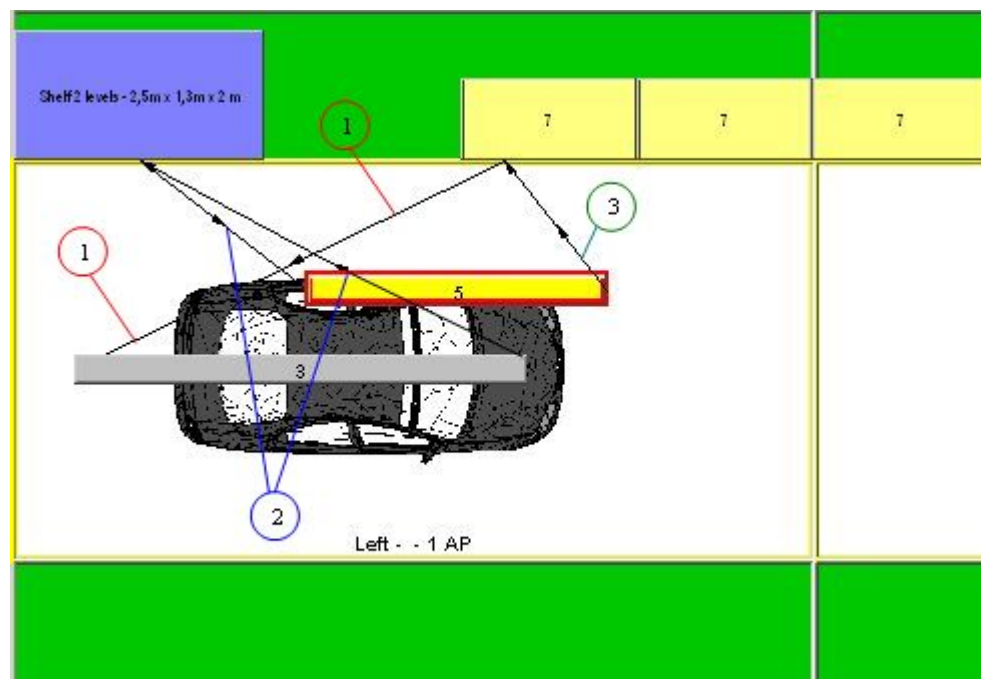

Abbildung 327: Option ist nicht bei allen Teilebehältern aktiviert
- Ein Mitarbeiter holt sich für die zu verarbeitenden Prozesse die Teile aus gekennzeichneten Teilebehältern. Siehe auch: Abbildung 327.